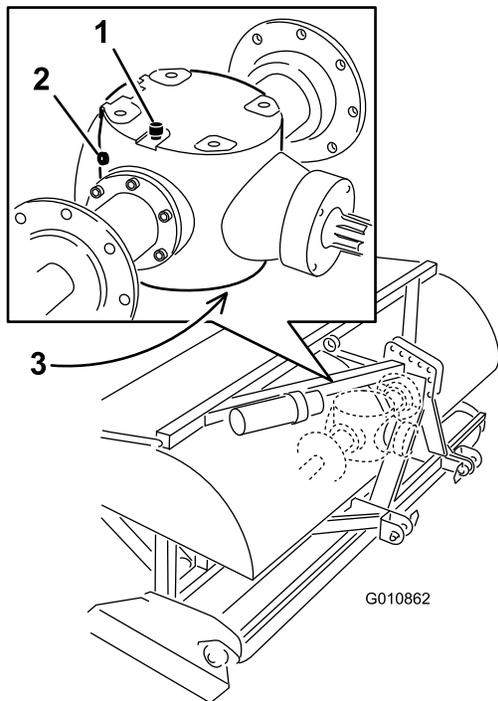

図 47
2. ギアボックスの点検プラグを外す 図 47。
3. 点検プラグの穴のふちまで油量があればよい 図 47。
1. 内部に異物が侵入しないよう、通気/補給プラグおよびドレンプラグの周囲をきれいに拭く 図 47。